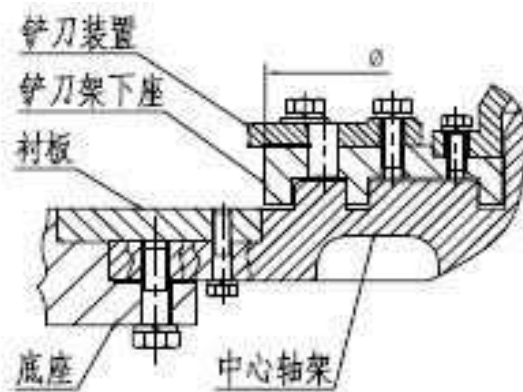

图2 铲刀架结构特征示意图
- 7、主机铲刀架磨损后便于更换，铲刀架由上下二部分组成，下部磨损后拆卸连接螺栓可调换。(见图 2 铲刀架结构特征示意图)